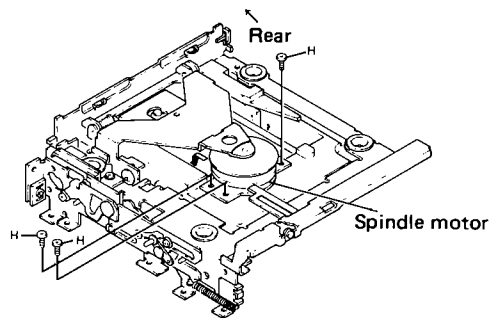

Fig. 24
• Spindle Motor Removal (Fig. 24)